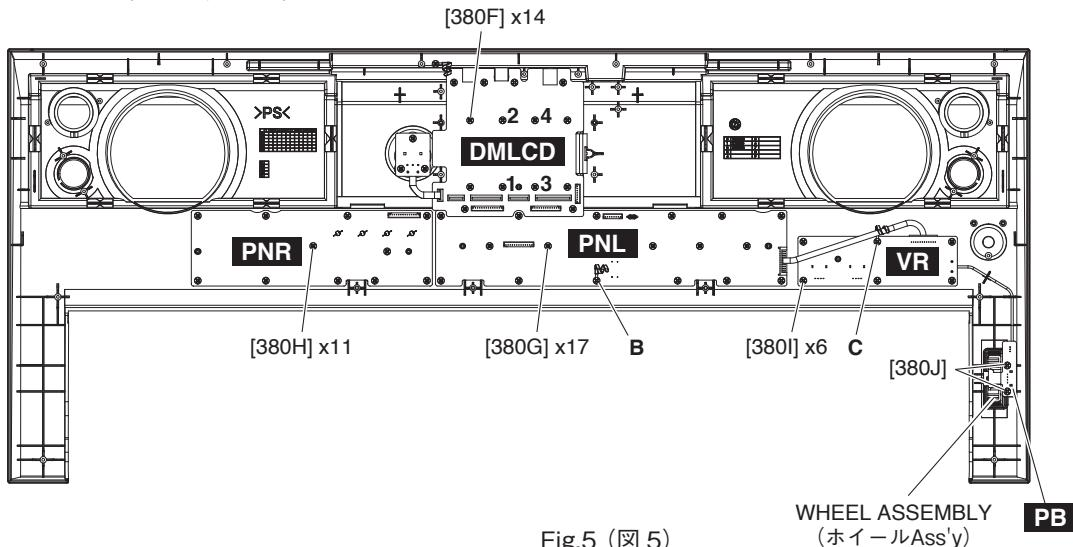

Fig.5 (図5)
8-3 Remove the fourteen (14) screws marked [380F]. The DMLCD circuit board can then be removed. (Fig.5)
* *When installing the DMLCD circuit board, tighten the screws 1 through 4 in numerical order. (Fig.5)*
[380F] のネジ 14 本を外して、DMLCD シートを外します。 (図 5)
DMLCD シートを取り付けるときは、1 から 4 の順でネジを締めてください。 (図 5)
- 10-3 Remove the seventeen (17) screws marked [380G]. The PNL circuit board can then be removed. (Fig.5)
- * *As for the screw marked [380G] at the location of "B", it is tightened together with a wire clip. (Fig.5)*
- 10-3 [380G] のネジ 17 本を外して、PNL シートを外します。(図 5)
- * “B” の位置の [380G] のネジ 1 本は、束線止めと共に締められています。(図 5)
11-3 Remove the eleven (11) screws marked [380H]. The PNR circuit board can then be removed. (Fig.5)
12-4 Remove the six (6) screws marked [380I] and two (2) screws marked [380J]. The VR,PB circuit board can then be removed with the wheel assembly attached. (Fig.5)
* *As for the screw marked [380I] at the location of "C", it is tightened together with a wire clip. (Fig.5)*
[380H] のネジ 11 本を外して、PNR シートを外します。 (図 5)
[380I] のネジ 6 本と [380J] のネジ 2 本を外して、ホイール Ass'y が付いた状態で VR,PB シートを外します。 (図 5)
※ “C” の位置の [380I] のネジ 1 本は、束線止めと共に締められています。 (図 5)